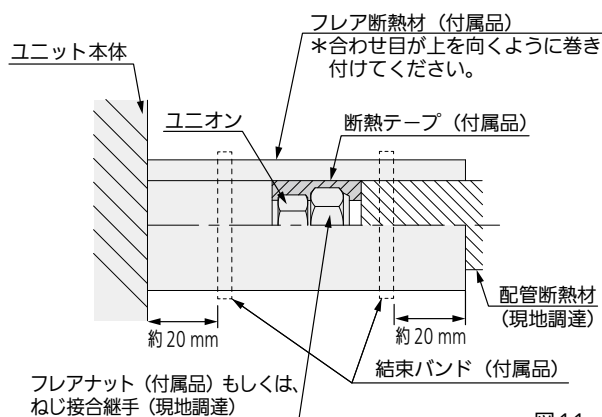

図 11
- 図 11 に従って液管・ガス管とも、断熱してください。フレアナット部もしくは、ねじ接合継手部に断熱テープ（付属品）を巻き付けてください。配管接続部にはフレア断熱材（付属品）を隙間がないように巻き付け、結束バンド（付属品）で締め付けてください。結束バンドの余分な部分は切断してください。